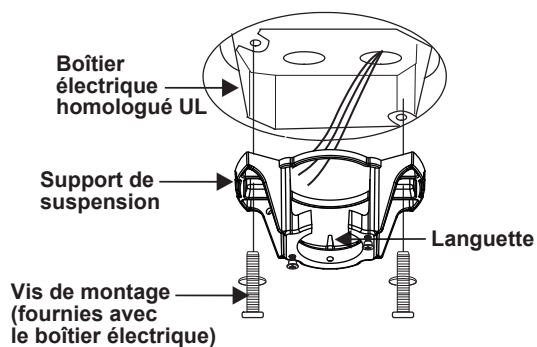

Figure 10
4. Fixez le support de suspension à la boîte de sortie de plafond à l'aide des vis et des rondelles fournies avec votre boîte de sortie. (Fig. 10)
1. Raccordez le fil d'alimentation du ventilateur (noir) au fil noir du secteur comme illustré dans la Figure 10.
2. Raccordez le fil neutre du ventilateur (blanc) au fil neutre blanc du secteur. (Fig. 10)